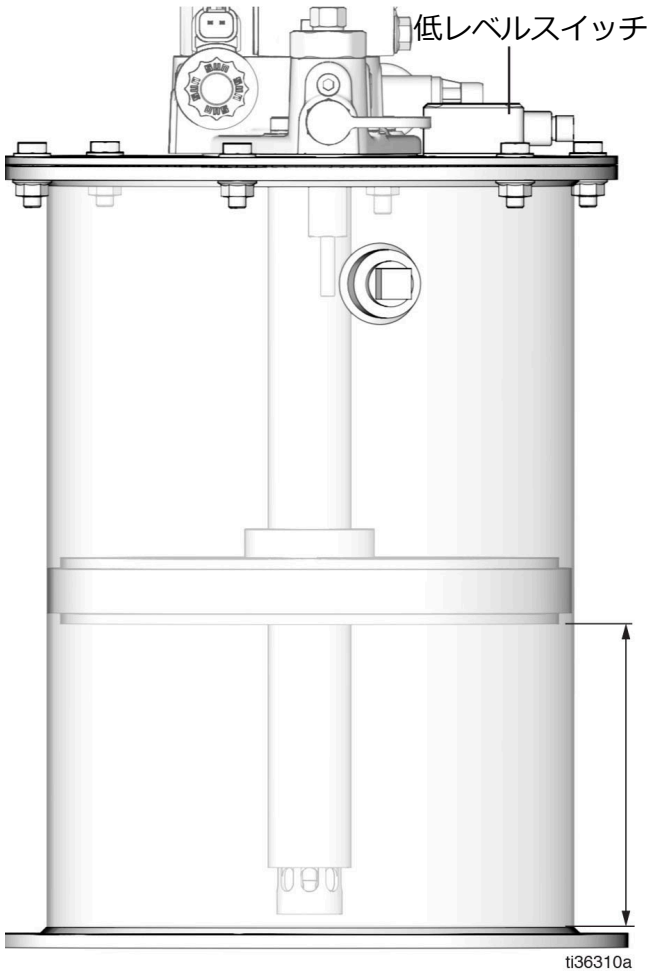

図 20
低レベルスイッチ (S)(図 20) は、従動プレート (Y) のタンク下部からの距離が工場出荷時の設定の距離に達すると、フォルトを表示します。残りのグリースのレベルが約 10% になると、このフォルトはアクティベートされます。